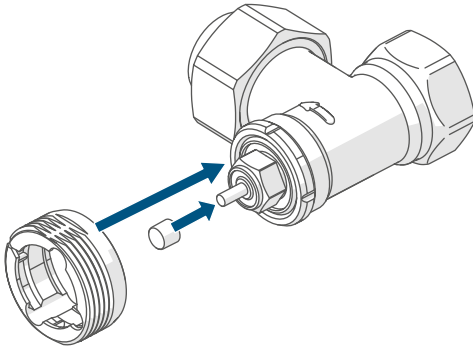

Figura 12
- Abra el compartimento de las pilas (C) deslizando la tapa del compartimento de las pilas (C) hacia abajo (→véase la figura).
- Coloque dos pilas LR6/Mignon/AA 1,5 V nuevas en la posición correcta, indicada por las marcas impresas en el compartimento, (ver figura 12).
- Deslice de nuevo la tapa del compartimento de las pilas (C) de abajo hacia arriba (→véase la figura).
- Inicie de nuevo el movimiento de adaptación (RDR) pulsando brevemente el botón del sistema (D).